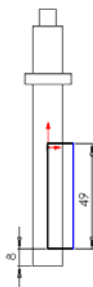

图 3-67 拉伸切除用草图
- 2) 利用矩形工具绘制拉伸切除用的草图轮廓，如图 3-67 所示。